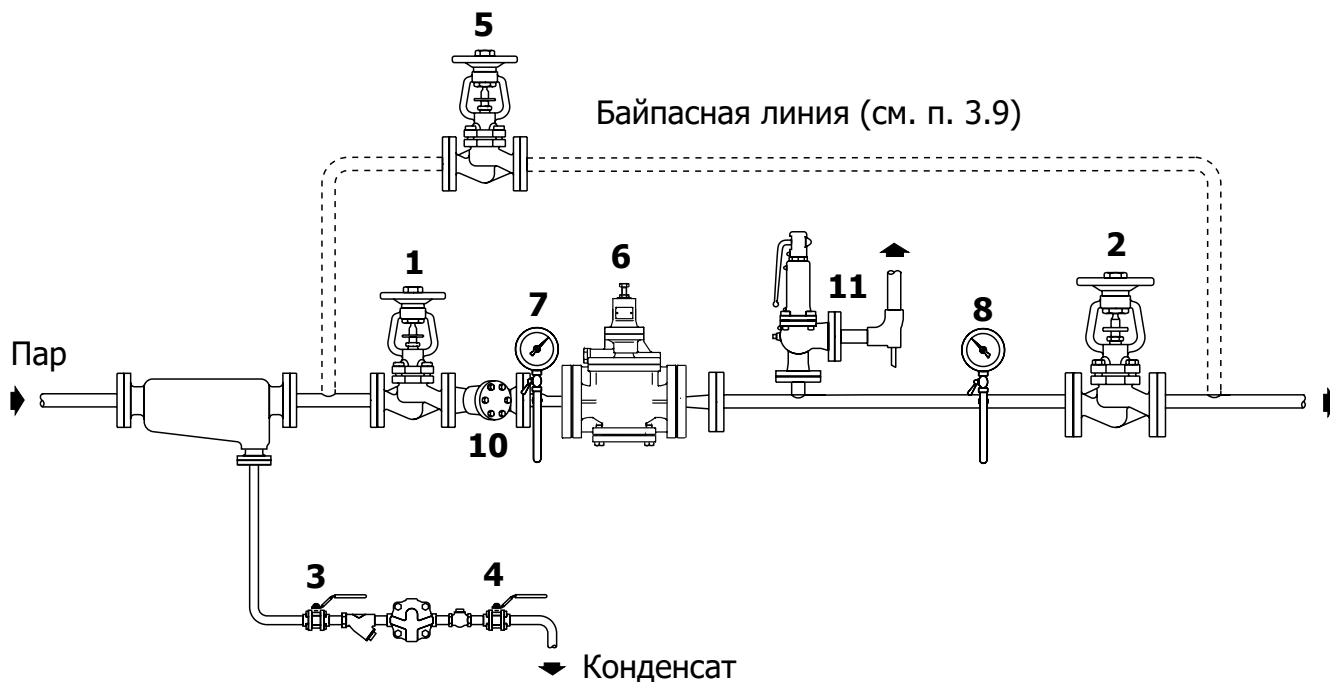

Рис. 8 Настройка редукционного клапана PPRV1000
5.1 Настройка давления (рис. 8)